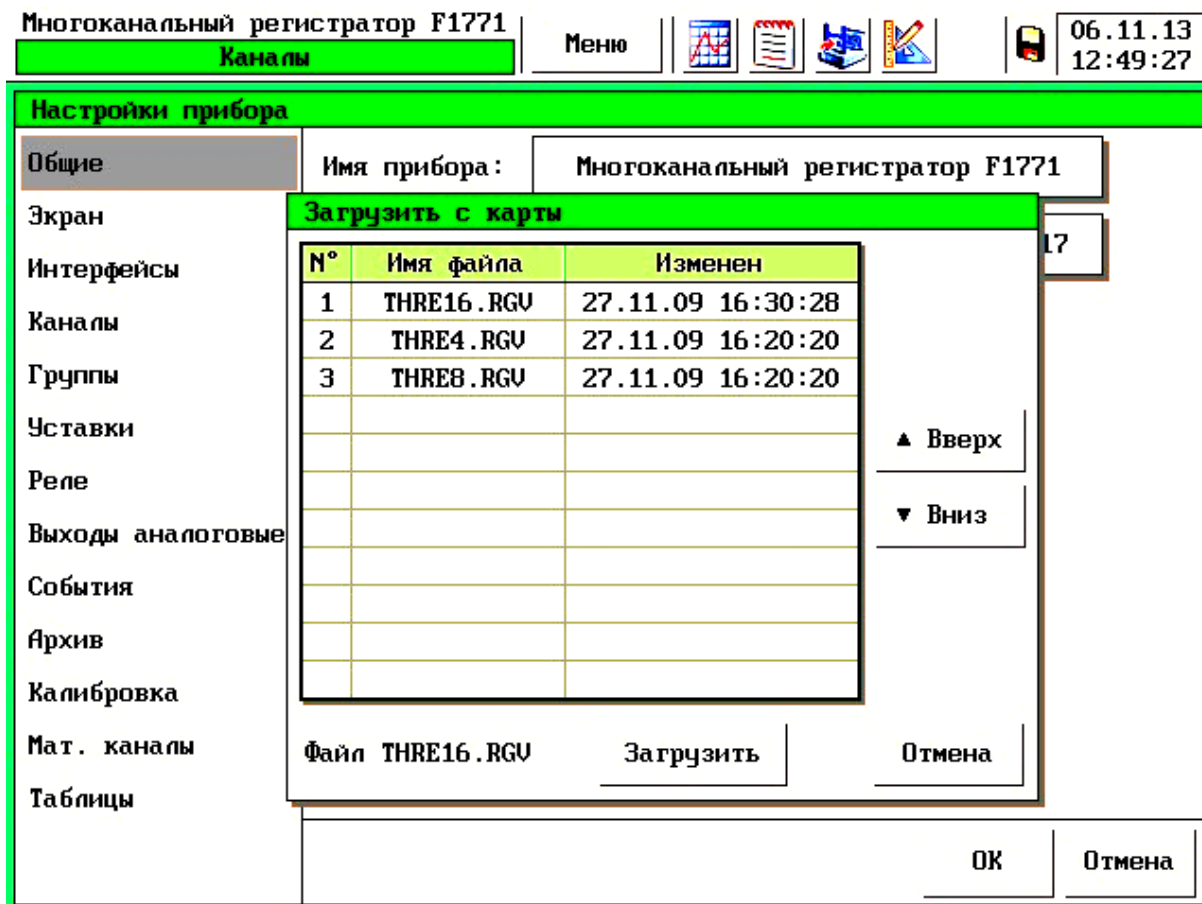

Рисунок 56 – загрузка «Меню пользователя»
- с помощью отвёртки произвести настройку подстроечных резисторов через отверстие в задней панели прибора, расположенные под разъёмами «Вых.1 – 4» (см. рисунок 56). Цифра справа от отверстия обозначает конечное значение настраиваемого диапазона выходного сигнала.